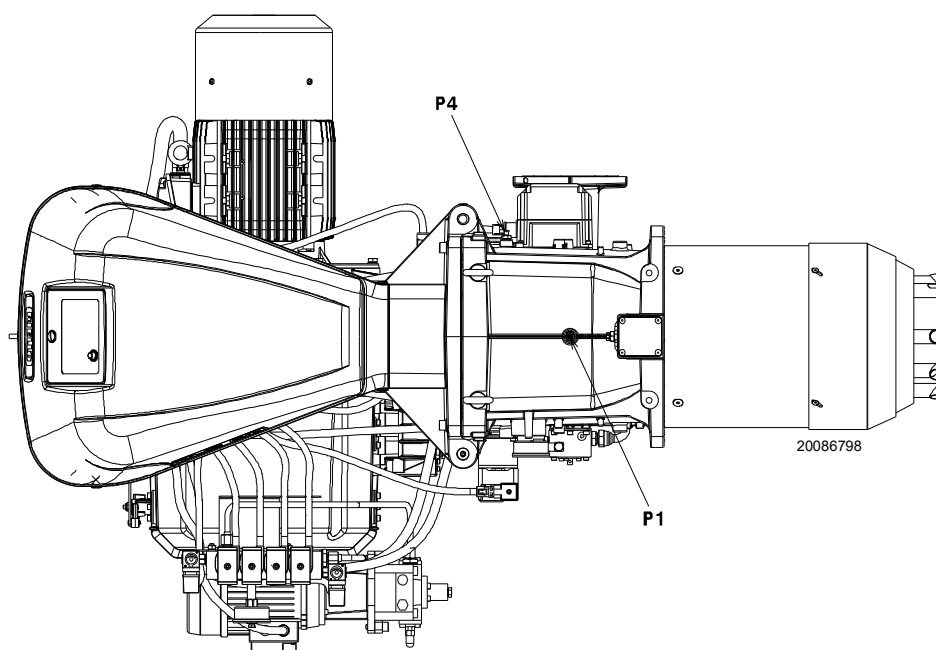

Рис. 28
Давление газа, измеренное на штуцере P1(Рис. 28), с:
- вычитите из давления газа на штуцере P1(Рис. 28) давление в камере сгорания.
Давление газа на штуцере P1(Рис. 28) = 29,4 мбар
Для того, чтобы узнать давление газа, необходимое на штуцере P1(Рис. 28), определив МАКС. мощность, при которой должна работать горелка:
- Посмотрите справа в столбце 1 давление на штуцере P1(Рис. 28).
необходимое давление на штуцере P1(Рис. 28).